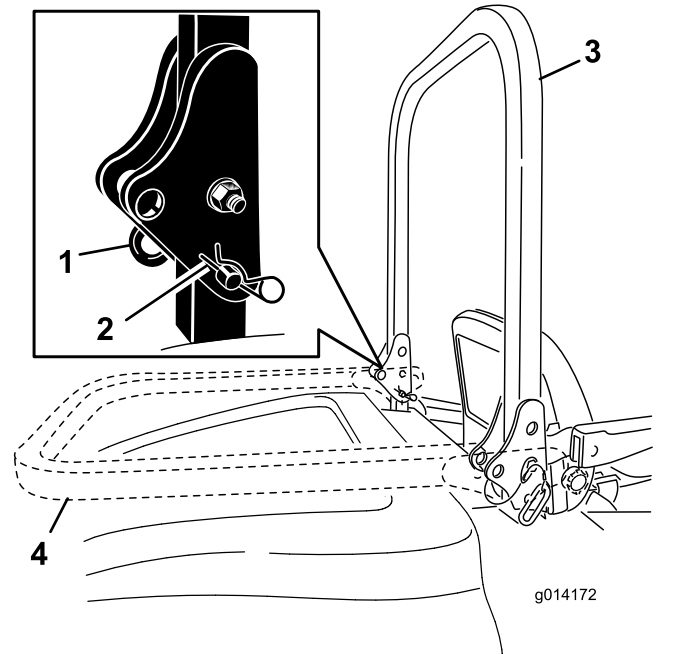

Figura 18
1. Para bajar la barra anti-vuelco, retire las chavetas, empuje la barra hacia adelante contra los muelles, y retire los 2 pasadores (Figura 18).
2. Baje la barra anti-vuelco (Figura 18).
3. Instale los dos pasadores y sujételos con las chavetas (Figura 18).
4. Para elevar la barra anti-vuelco, retire las chavetas y retire los dos pasadores (Figura 18).
5. Eleve la barra anti-vuelco a la posición vertical, instale los dos pasadores y sujételos con las chavetas (Figura 18).